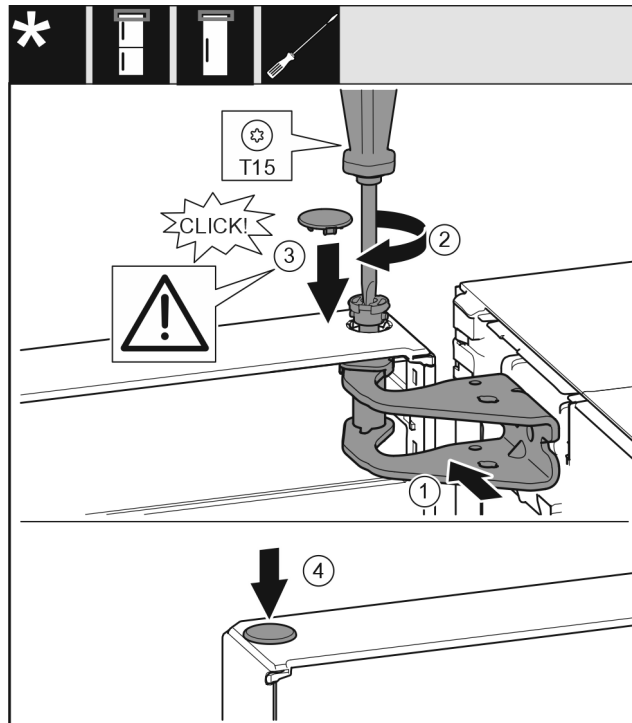

Fig. 22
- ▶ Wyrównać drzwi u góry względem otworu w płycie zawiasu. Fig. 22 (1)
- ▶ Założyć sworzeń i dokręcić śrubokrętem T15. Fig. 22 (2)
- ▶ Zamontować osłonę bezpieczeństwa w celu zabezpieczenia drzwi: Włożyć osłonę zabezpieczającą i sprawdzić, czy przylega ona do drzwi. Ponadto założyć całą sworzeń. Fig. 22 (3)
▶ Założyć zatyczkę. Fig. 22 (4)